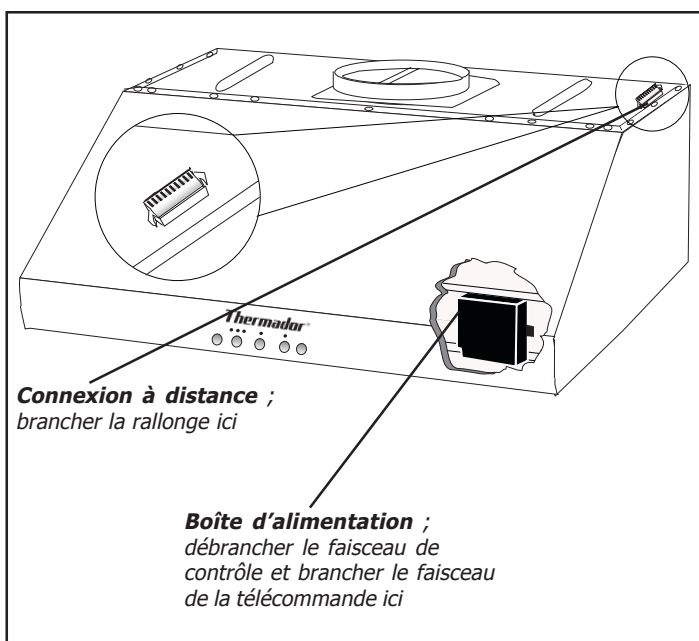

Figure 1 : hotte Pro avec panneau de lumière enlevé
5. **Brancher le faisceau de la télécommande** sur l'alimentation (figure 1). Le faisceau de télécommande est fixé à la hotte près de la boîte d'alimentation noire.
6. **Brancher la rallonge de télécommande** sur la connexion de la télécommande. Voir figures 1 et 2 (page précédente) pour l'emplacement.